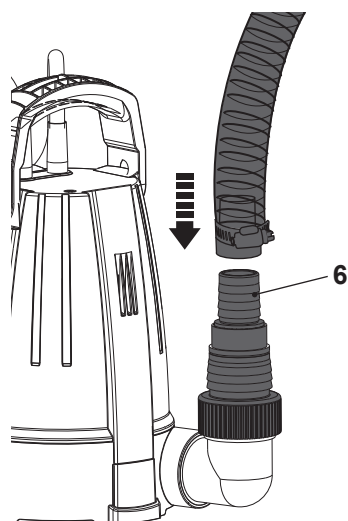

Fig. 3
3. Attachez un tuyau / conduit approprié au raccord de tuyau (6) et fixez-le avec un dispositif de fixation approprié, par exemple un collier de serrage (Fig. 3).